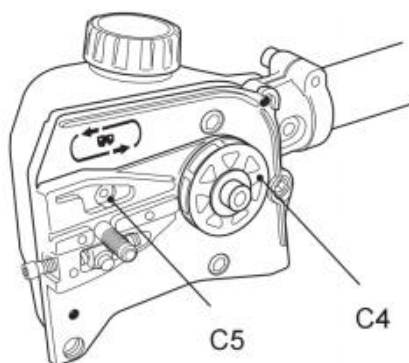

Fig. 70
2. Controleer de smeeroening (C5) op verstopping en reinig deze indien nodig om een goede smering van de geleiderail en de zaagketting tijdens gebruik te garanderen. Gebruik een zachte draad die klein genoeg is om in de olieafvoeropening te steken (fig. 70).